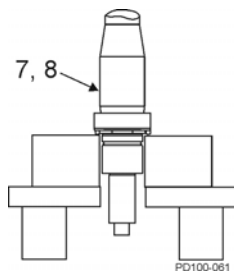

Abbildung 21 - Schmieren der Welle
1. Schmieren Sie den vorderen Lagerbereich der Welle (Abbildung 21, Pos. 7, 8) mit Öl oder Schmierstoff. Setzen Sie sie aufrecht in eine Hydraulikpresse, das Flüssigkeitsende zeigt nach unten.